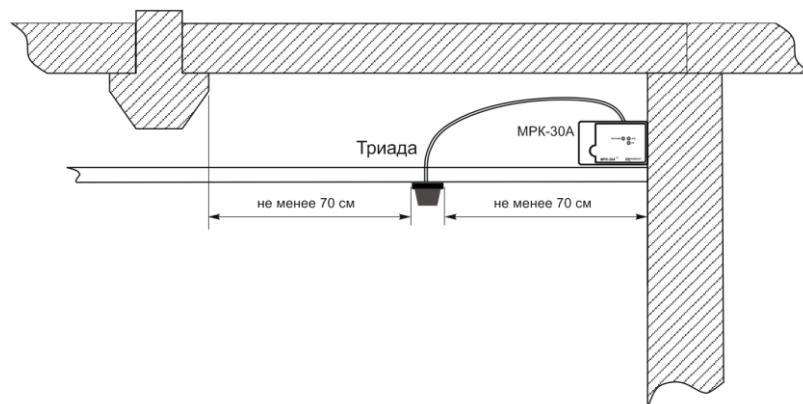

Рисунок 12
**Примечание** – Идеальное положение для антенн и для РКУ – как можно ближе к центру помещений. Положение самой MPK-30A при этом может быть любым (рисунок 12).